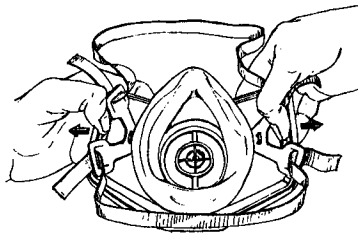

FIGURE 4
1. Retirer le filtre usagé du respirateur en déboîtant le couvercle du porte-filtre. Le couvercle comporte des languettes de retenue de porte-filtre sur ses côtés gauche et droit. Il est possible de démonter le respirateur en écartant sans forcer les languettes du bord du porte-filtre. (Voir Figure 4.)